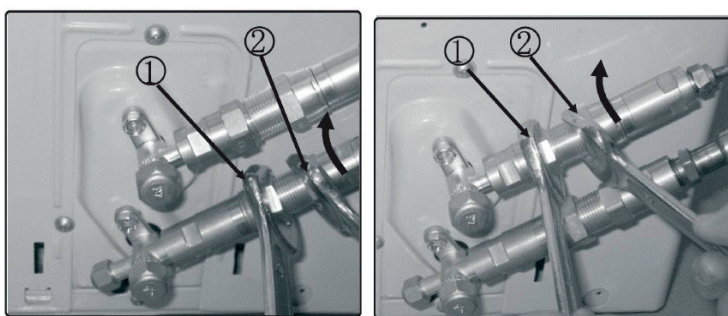

Fig. 6.4
4. Ziehen Sie nun mithilfe des Schraubenschlüssels zuerst die untere Schraubverbindung und anschließend die obere Schraubverbindung fest. Halten Sie die markierten Punkte „1“ mit einem Schraubenschlüssel und drehen Sie die Muttern nur an den markierten Punkten „2“ (Wählen Sie den angemessenen Schraubenschlüssel entsprechend den Abmessungen des Anschlusses) (Abb. 6.4).